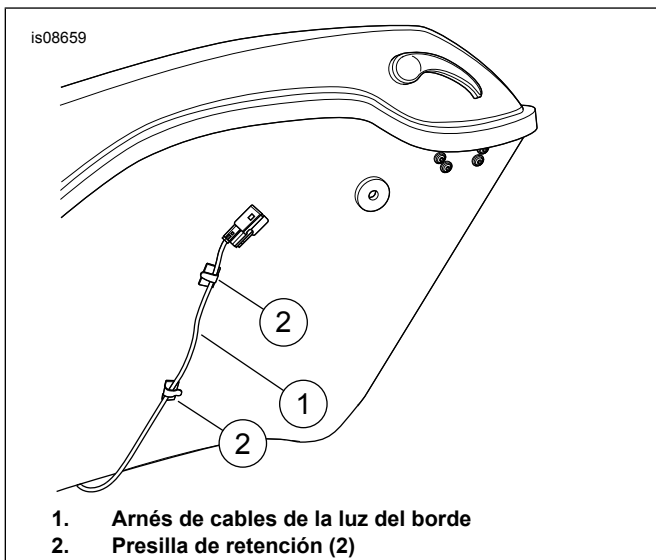

Figura 2. Conservar arneses de cables
13. Vea la Figura 2. Incline la alforja hacia afuera para obtener acceso a la pared interior de la alforja. Tienda el arnés de cables de la luz del borde (1) hacia la parte delantera de la motocicleta. Evite puntos de compresión que podrían dañar el arnés de cables. Fíjelo con dos presillas de retención (2).